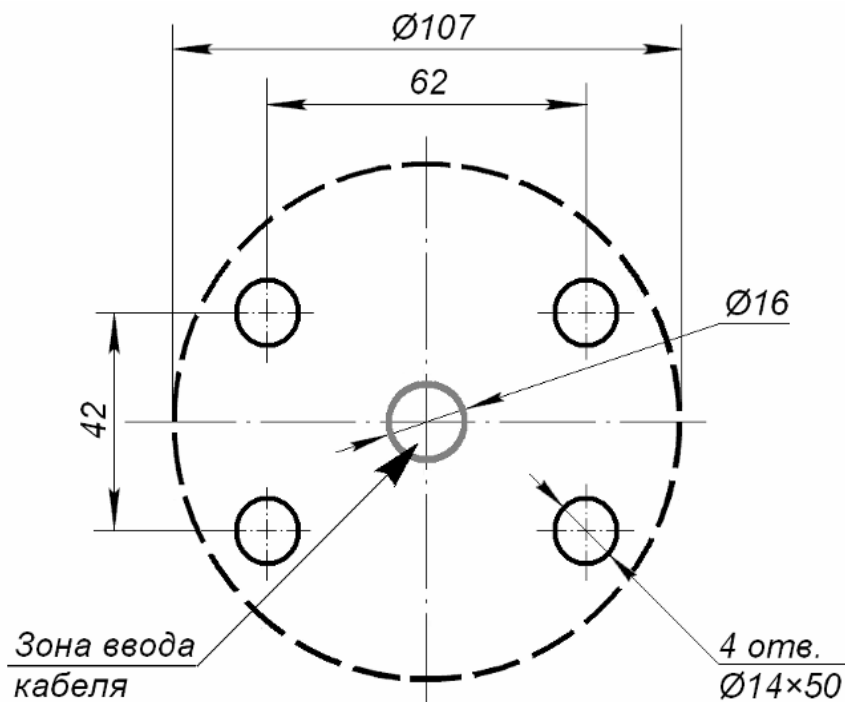

Рисунок 5. Разметка отверстий для установки IRP01.2
3. Выполните на установочной поверхности в соответствии с рис. 5 разметку отверстий для монтажа изделия, а также разметку кабельного канала для прокладки кабеля подключения контроллера СКУД к зоне входа кабеля в стойку с учетом расположения контроллера СКУД.
8. Протяните кабель через центральное отверстие в основании диаметром 16 мм (см. рис. 5).